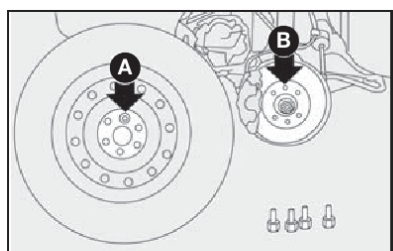

fig. 5
6) montar a roda sobressalente, encaixando os furos A-fig. 5 com os respectivos pinos B.